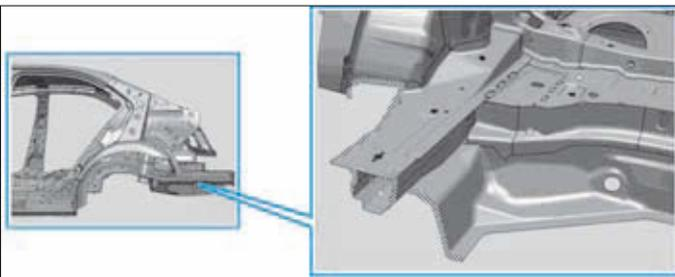
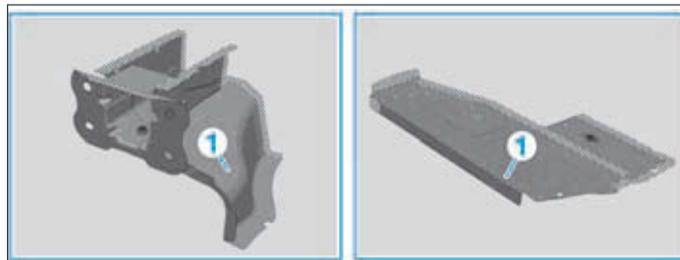

FIG. 183
FIG. 184
- Poncer au nu du métal les surfaces de raccordement sur les zones quadrillées (Fig.183) et (Fig.184).